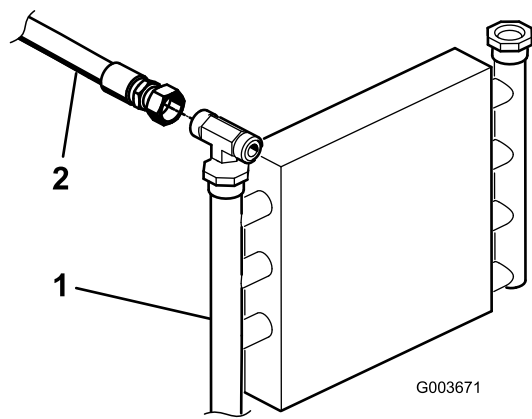

Figura 13
1. Localice el tubo hidráulico que va desde el enfriador de aceite a la válvula de elevación existente (Figura 13). Retire los herrajes y la abrazadera que sujetan los tubos hidráulicos al bastidor.
2. Desconecte y retire el tubo hidráulico del enfriador de aceite y de la válvula de elevación (Figura 13).